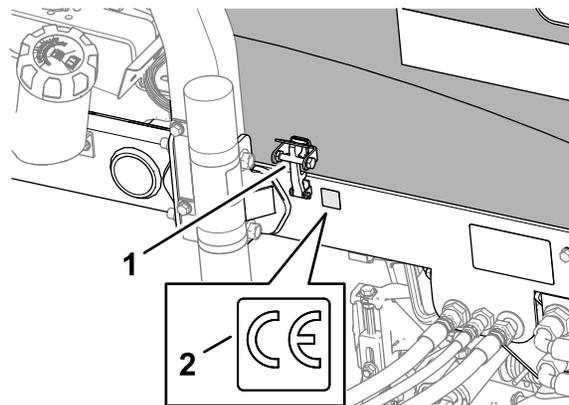

Рисунок 38
3. Начисто протрите левую раму рядом с защелкой капота спиртом и дайте раме высохнуть (Рисунок 38).
4. Снимите подложку и приклейте наклейку с маркировкой CE, № по кат. 133-8095, к раме, как показано на Рисунок 38.